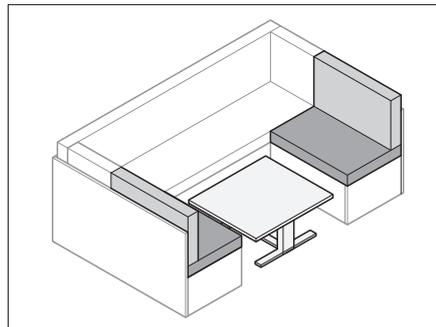

Bild 73 Tisch umbauen
- Tisch (Bild 73) zum Bettunterbau umbauen (siehe Abschnitt 7.8).